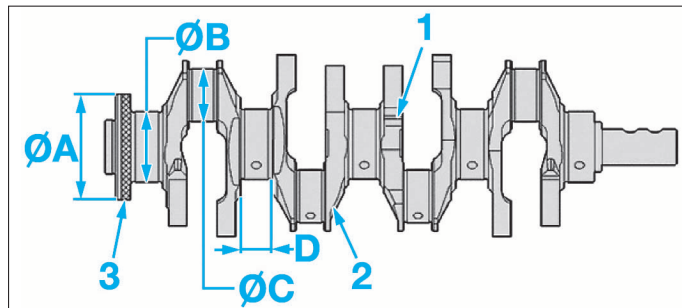

FIG. 13
Rectification des tourillons repère (1) et des manetons repère (2) (touche de peinture blanche) (Fig.13) : 0,3 mm.